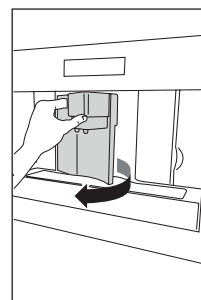

Abb. 23
- ▶ Öffnen Sie die Serviceklappe (Abb. 23).